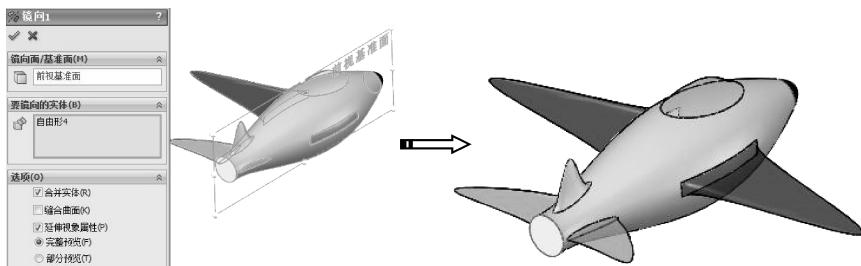

图 4-70 创建镜像特征
- 29 利用【特征】选项卡中的【镜像】工具，将机翼和尾翼镜像至前视基准面的另一侧，如图 4-70 所示。